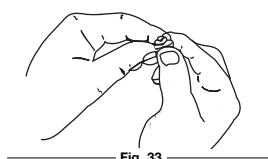

Fig. 32
4. Aplique suficiente aceite limpio de motor SAE 30 para recubrir ligeramente el filtro (Fig. 32).